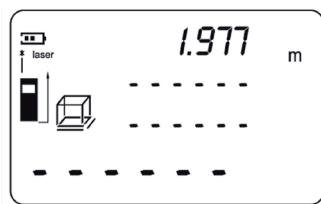

Fig. 12
4. Appuyez sur la touche «Read» pour afficher la longueur mesurée sur la première ligne de l'écran. La ligne pour la largeur dans le symbole commence à clignoter (Fig. 12).